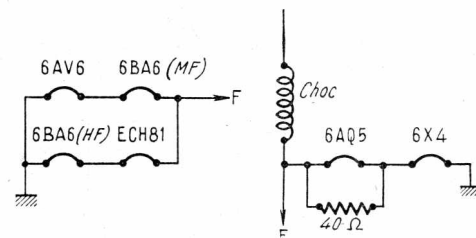

Fig. 3. — Modification du branchement des filaments pour l'alimentation sous 12 V.
Modifications pour la transformation en 12 V : Les modifications concernant l'utilisation d'un transformateur d'alimentation dont le primaire est prévu pour la tension de $2 \times 12 \text{ V}$ au lieu de $2 \times 6 \text{ V}$; l'utilisation d'un vibreur 12 V et un nouveau branchement des filaments, représenté par la figure 3. Les lampes 6AV6 et 6BA6 (HF) sont montées en série et alimentées à partir du $+ 12 \text{ V}$. Il en est de même pour les lampes 6BA6 (HF) et ECH81.